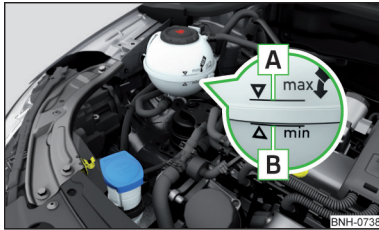

Fig. 234
Verificarea nivelului lichidului de răcire - lichidul de răcire trebuie să se situeze între marcajele **A** și **B** » fig. 234. Dacă nivelul lichidului de răcire se află sub marcajul **B**, completați lichidul de răcire.
Specificația lichidului de răcire este menționată pe vasul de expansiune a lichidului de răcire » fig. 234.
■ Nu adăugați lichid de răcire deasupra marcajului **A** » fig. 234. Lichidul de răcire ar putea fi împins din sistemul de răcire, atunci când se încălzește - există pericolul de deteriorare a pieselor din compartimentul motor.